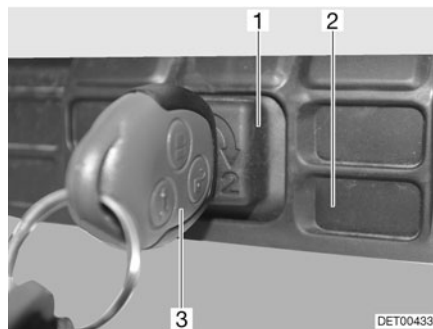

Fig. 22 Desbloqueo del capó del motor Fortero, Van
- Introducir la llave de contacto (Fig. 22,3) en el cilindro de cierre (Fig. 22,1) de la rejilla del radiador (Fig. 22,2).
- Girar hacia atrás la llave de contacto a la posición central (Fig. 22) y extraerla.